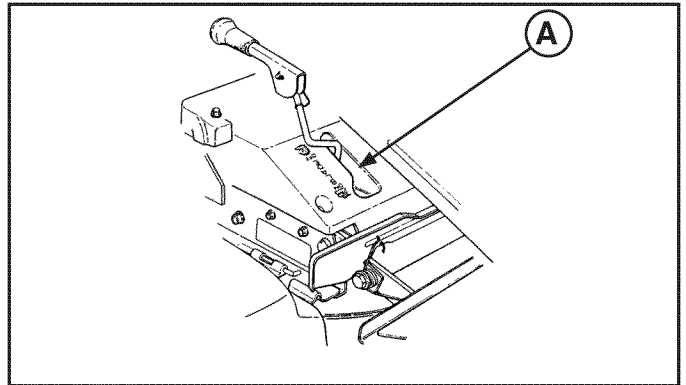

FIGURA 4
1. Mueva la palanca de cambios de la transmisión a la posición neutra (N).
2. Asegúrese de que la palanca de la cuchilla (A, Figura 4) esté en la posición APAGADO.